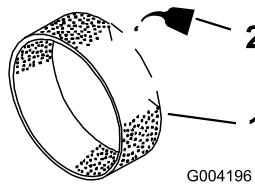

図 145
- 乾いたら新しいエンジンオイルを 3-60 ml 含ませる図 145。